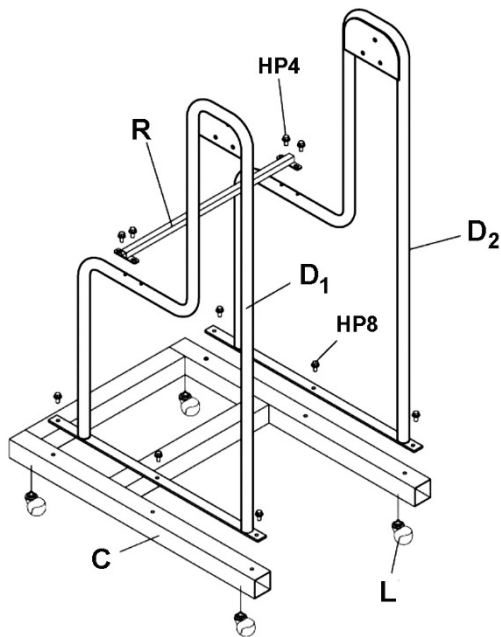

Figure 3
1. Installez quatre roulettes (L) sur la base (C). Voir la Figure 3.
2. Installez les montants gauche et droit (D₁, D₂) sur la base (C) avec les écrous à bride (HP8).
3. Installez le support de montant (R) sur la base (C) avec les écrous à bride (HP4).